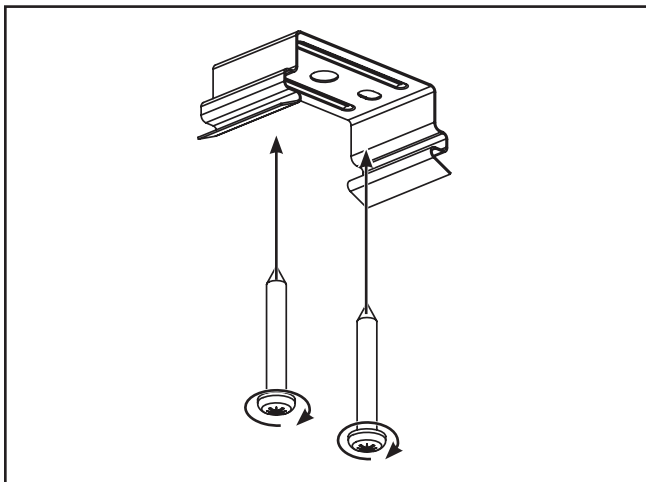

Figure 2.
3. Fixez les supports de fixation au plafond à l'aide de 4 vis (non fournies). Espacez de 41,9 cm (16,5 pouces) les agrafes pour un luminaire de 61 cm (2 pieds), ou de 90,2 cm (35,5 pouces) pour un luminaire de 121,9 cm (4 pieds). (Figure 2)